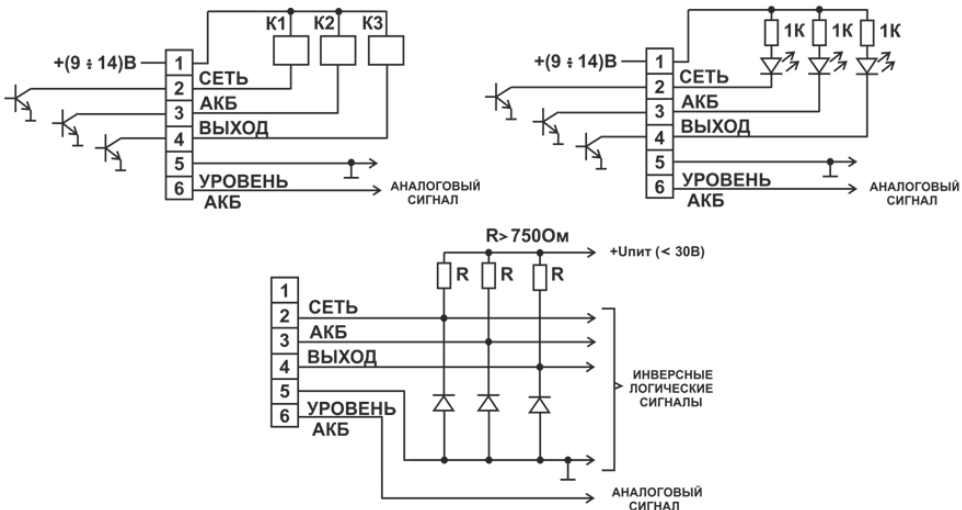

Рисунок 3 - примеры схем подключения исполнительных устройств к информационным выходам
- при необходимости подключить внешнее устройство к информационным выходам, используя в качестве общего провода контакт 5 (см. таблицу 2 и рис. 3).